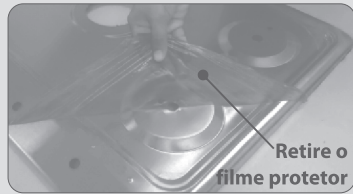

Fig. 1 (Figura Ilustrativa)
**IMPORTANTE:** Retire o filme plástico protetor da mesa do fogão conforme a (Fig. 1) e limpe-a com um pano umedecido em uma mistura de água e sabão neutro. A não retirada do filme plástico provocará amarelamento do aço inox quando a peça for aquecida.
Os fogões com grill elétrico são bivolt, funcionam em 127V e 220V. Caso a tensão local não seja a mesma ajustada no produto, deve-se fazer a seleção na chave seletora de tensão 127V ou 220V localizada na parte traseira do produto, conforme indicada pela etiqueta (Fig. 1).